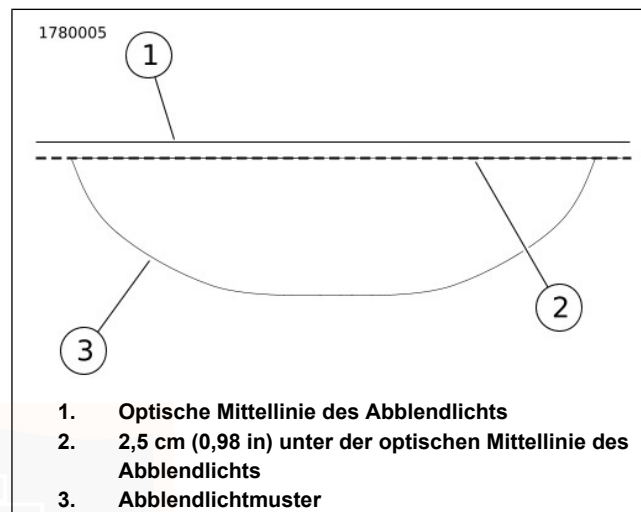

Abbildung 123. Ausrichtung des Scheinwerferabblendlichts
2. Einen Schlitzschraubendreher in die vertikale Einstellschraube (1) einführen.
3. Siehe Abbildung 123. Den vertikalen Einsteller drehen, um den Lichtstrahl (4) nach oben oder unten zu verstellen, bis der obere Teil des Lichtstrahls auf die horizontale Linie (3) trifft.